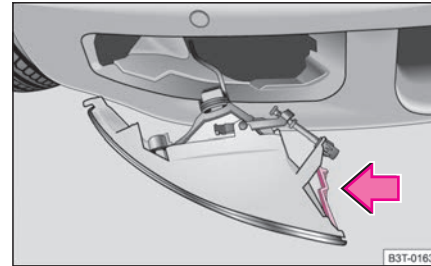

Abb. 221 Nebelscheinwerfer vorn ausbauen
- Führen Sie die Hand in die Öffnung, in der sich das Gitter befand und drücken Sie die Federfalle ⇒ Abb. 221.